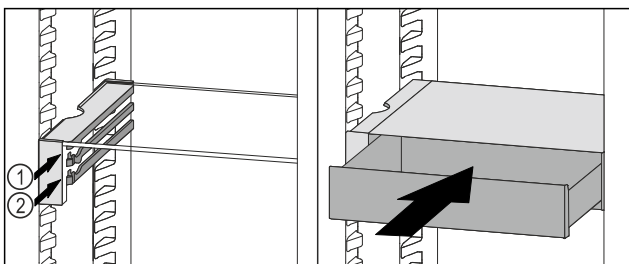

Fig. 83
- ▶ Встановити висувний ящик VarioSafe за стопорами на потрібне ребро Fig. 83 (1) або Fig. 83 (2).